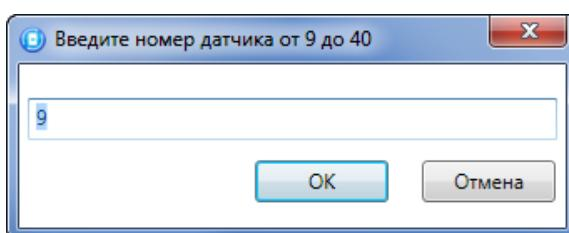

Рис. 9.10. Ввод номера радиоустройства
2. В открывшемся окне укажите номер радиоустройства из числа еще не занятых в нумерации шлейфов и радиоустройств (в указанном диапазоне) и нажмите кнопку *OK* (Рис. 9.10).